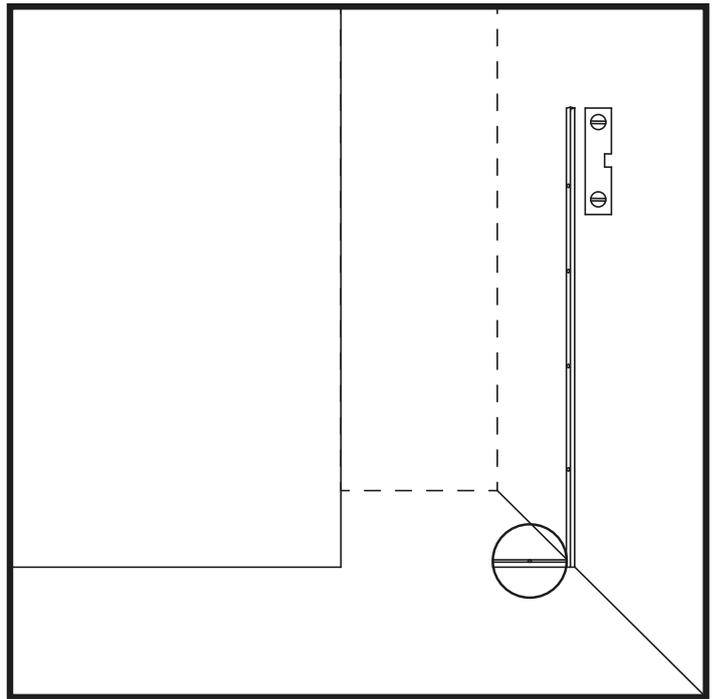

Abbildung 4
10. Legen Sie die kürzere U-Leiste auf den Rand der Badewanne, mit dem Ende gegen die U-Leiste an der Wand und parallel zur gegenüberliegenden Wand. (Abbildung 4)